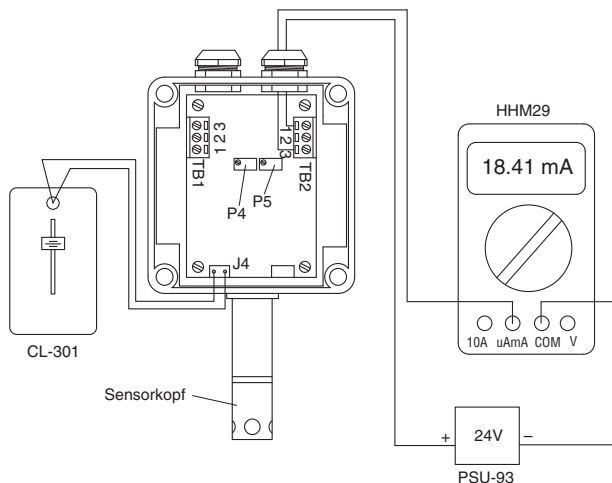

Abbildung 7 - Kalibrierungsablauf für HX93AC
2. Schließen Sie Spannungsversorgung und Multimeter an wie in Abbildung 7 gezeigt.
13. Schließen Sie Spannungsversorgung und Multimeter an wie in Abbildung 7 gezeigt.